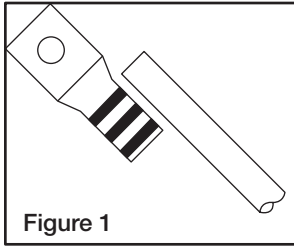

Figure 1
1. Check the wire size marked on the aluminum connector to make sure it's the correct connector for the actual cable size which will be used (Figure 1).
1. Revise la medida del cable marcado en el conector de aluminio para asegurarse que es el conector correcto para el Tamaño de cable a utilizar (Figure 1).